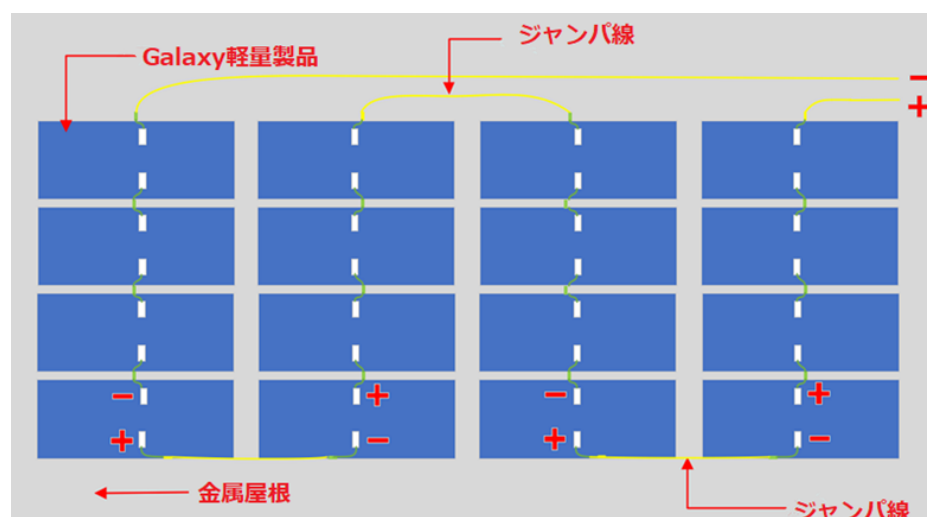

図 6-3: 製品クロス接続線の接続手順 (正面視点)
- ① 配線には明確で分かりやすい線番号表示が必要です。
- ② クロス接線の半径は、元の Galaxy Ultra2.0 製品の線の半径を上回らなければなりません。また、防火性能および絶縁性能も元のギャラクシー軽量製品の線の防火性能および絶縁等級以上でなければなりません。
- ③ Galaxy Ultra2.0 製品同士は最短の方法で接続する必要があります。長距離にわたるクロス接続が必要な場合、各シリーズ接続線の合計長さの差をできるだけ小さくするようにしてください。
- ④ 接続端子は良好に接触している必要があります。各シリーズの一部を接続する際には、マルチメーターで一度テストすることをお勧めします。これにより、断線部分を迅速に特定できます。
- ② 直列接続された製品の場合、1つの製品の「+」極は他の製品の「-」極に接続されます。異なる列間の製品を接続する場合は延長ケーブルが必要です。太陽光アプリケーション専用の延長ケーブルを使用してください。通常の場合、2行目は、次の行が設置および配線された後にのみ設置および配線できます。(図 6-3)